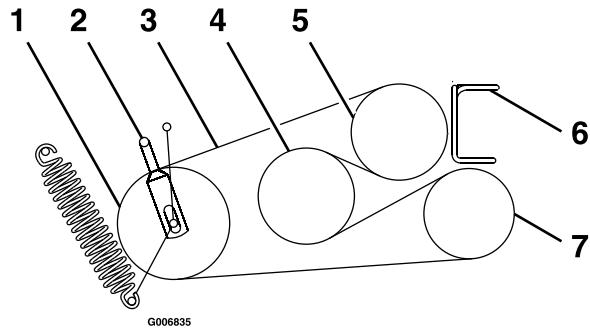

Figura 50
6. Afloje las guías de la correa A y B (Figura 50).
8. Enrute las correas nuevas alrededor de las poleas, según se muestra en Figura 50.